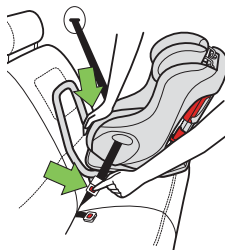

Figure 71
- Presser au centre du siège d'auto pour réduire la tension sur la ceinture du véhicule ce qui aidera à débouchez la ceinture du véhicule, tel qu'illustré dans la **Figure 71**.